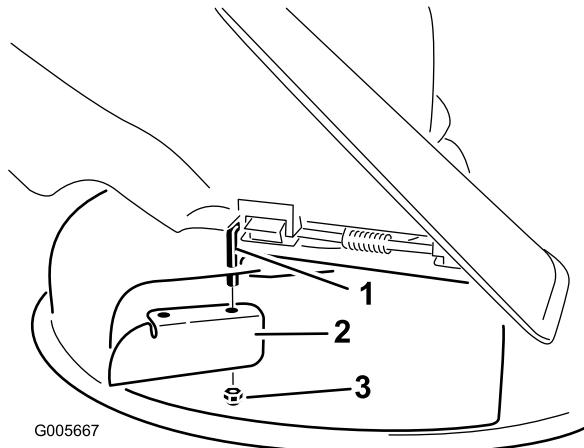

Figura 10
- Instale el tabique en la varilla de pivot (Figura 10). Utilice la tuerca fina (3/8 pulgada) para fijar el deflector al cortacésped.